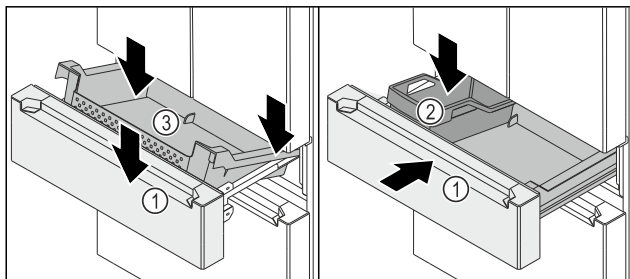

Fig. 151
- Выдвижной отсек Fig. 151 (1) извлечен.
- ▶ Установите контейнер Fig. 151 (3) задней частью на направляющие справа и слева.
- ▶ Опустите контейнер Fig. 151 (3) спереди, чтобы весь контейнер Fig. 151 (3) был установлен на направляющих справа и слева.
- ▶ Установите FlexBox Fig. 151 (2).
- ▶ Вдвиньте выдвижной отсек Fig. 151 (1).